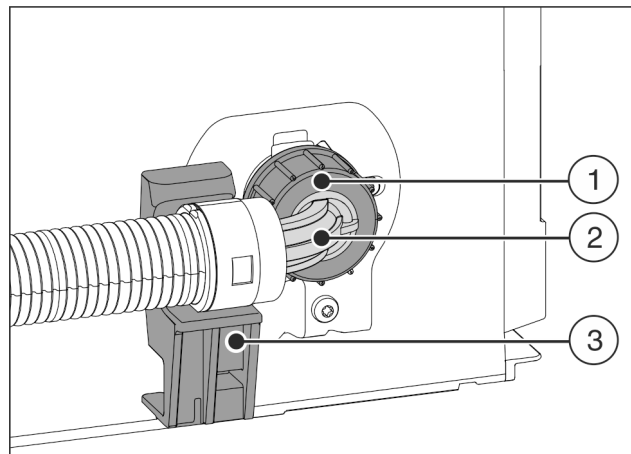

Fig. 23
- Позиционирайте огънатия край на маркуча Fig. 23 (2) хоризонтално към стойката Fig. 23 (3) и задръжте.
- Навийте гайката Fig. 23 (1) на ръка върху резбата, докато се постигне сигурно, здраво закрепване.